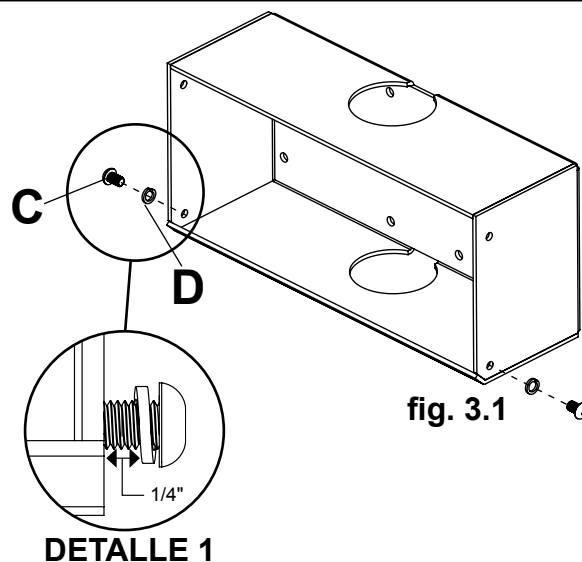

fig. 3.1
**3** Insert two M10 x 16 mm socket screws (**C**) and two split lock washers (**D**) into bottom of wall box (**A**) leaving 1/4" exposed thread as shown in figure 3.1 and detail 1.
**3** Insérez deux vis à tête creuse M10 x 16 mm (C) et deux rondelles fendues (D) dans la partie inférieure du boîtier mural (A) en laissant 1/4 po de filetage exposé comme illustré à la figure 3.1 et le dessin de détail 1.